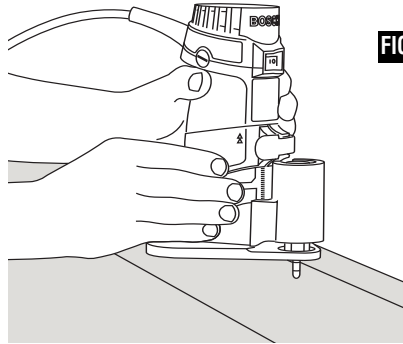

FIG. 22
La base excéntrica PR004 está diseñada para fresar en áreas confinadas, especialmente para recortar materiales laminares en áreas que son inaccesibles con la base fija estándar, especialmente en ubicaciones que estén cerca de superficies verticales adyacentes, tales como partes superiores de protectores contra salpicaduras de mostradores instalados (Fig. 22).
1. La fresadora excéntrica se debe agarrar con una mano en el área de agarre del motor y la otra descansando sobre la parte superior del husillo excéntrico, sujetando la parte delantera del motor (Fig. 22).